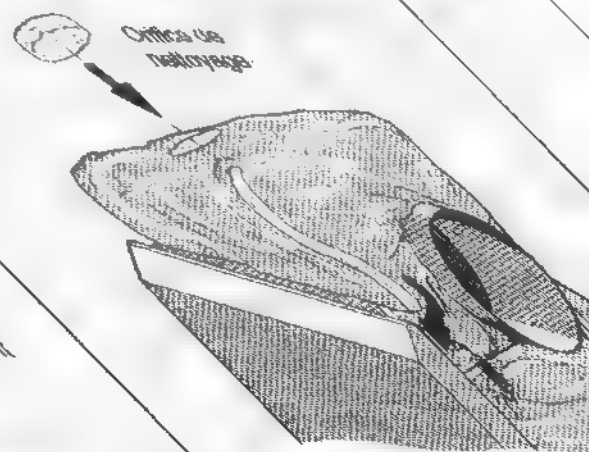

Fig. 20
Lors du montage du matelas isolant, veiller à l'orifice de nettoyage supérieur, veiller à l'orifice de nettoyage supérieur dans le collecteur de fumées (fig. 20).
- Poser le matelas isolant du dessus sur le collecteur de fumées et glisser les extrémités latérales gauche et droite sous la traverse (fig. 20).